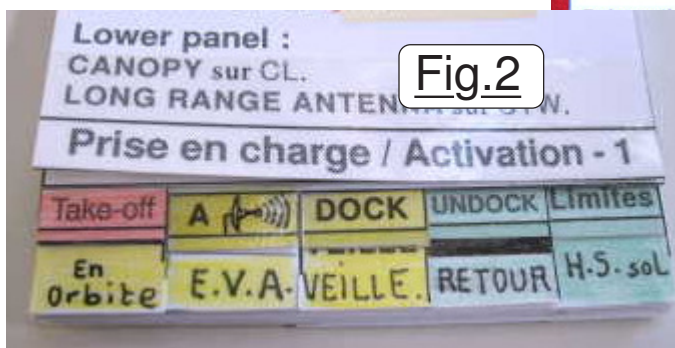

Fig.2
- un item particulier. (Voir Fig.2)
Par exemple tous les onglets en jaunes de la Fig.2 sont relatifs à la phase orbitale d'une mission spatiale, en vert nous visualisons "la fin d'une mission orbitale" etc.